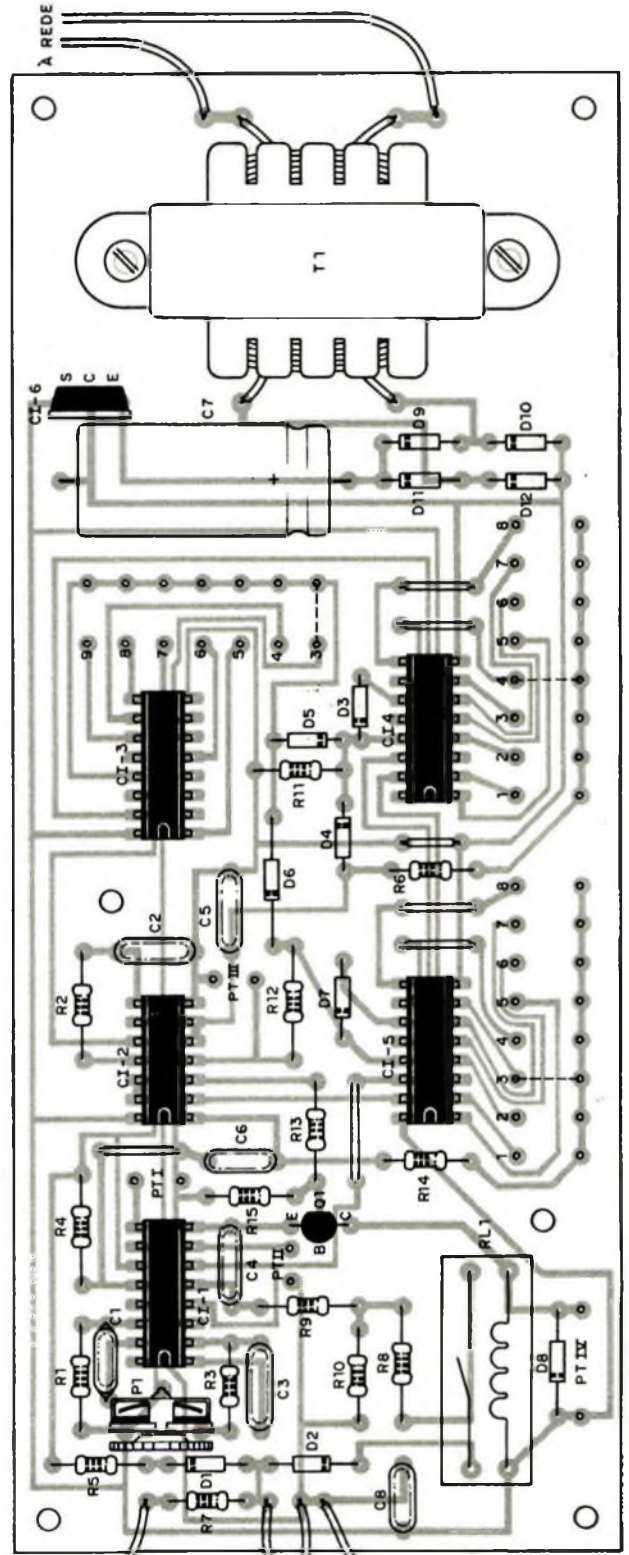
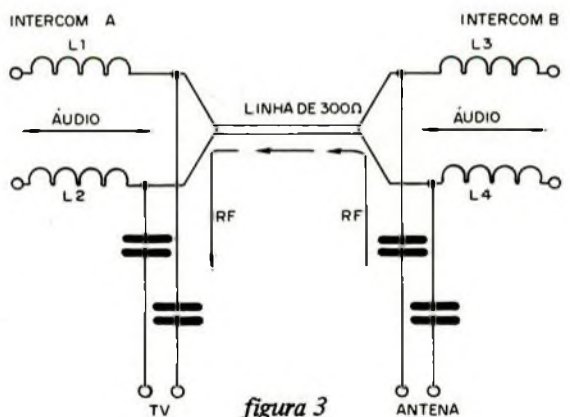

figura 6
figura 3
Uma vez preparada a plaqueta trabalhe na soldagem dos componentes na placa, orientando-se para tal pela figura 6 e observando o seguinte:
- a) Utilize soquetes para os integrados que devem ser dispostos com o seu chanfro ou marca voltada para a sua esquerda (figura 6). Cuidado ao fazer a soldagem de seus terminais para que espalhamentos de solda não os coloque em curto.
- os furos situados verticalmente, nas proximidades de CI-3, estabelecem a quantidade de dígitos de código que, no caso, é igual a 2, razão pela qual você terá de interligar o furo 3 com o comum (figura 6); se o código apresentar, digamos, 4 dígitos você terá de interligar o furo 5 com o comum;
— os furos situados na horizontal, figura 6, destinam-se à programação de cada dígito do segredo; inicialmente aconselhamos utilizar o código 43, com o que você deverá interligar o furo 4 com o comum nas cercanias do CI-4 e o furo 3 com o respectivo comum das proximidades do outro contador, CI-5 (orientar-se pelo diagrama esquemático da figura 3).
Ligando o aparelho à rede elétrica e com o monofone no gancho, pressione o interruptor CH1 para verificar a polaridade adequada da linha telefônica (figura 3); nestas condições você deve ter:
LED I: permanece continuamente apagado enquanto o disco está retornando a seu repouso (se isto não ocorrer aumente para 3,3M o valor de R1 — figura 3);
Existindo necessidade de mais dígitos de código, até um máximo de 8, é necessário repetir o CI-4 e componentes associados, figura 3, tantas vezes quantas forem os dígitos acrescentados menos um. Se, por exemplo, o segredo passar a ser constituído por 4 dígitos teremos de repetir esse circuito básico exatamente 3 vezes e, é claro, utilizar a saída Q5 de CI-3 em vez de Q3.
Os componentes que devem ser repetidos são os seguintes: integrado CI-2 que pode ser substituído pelo C.I.4049 (6 inversores), diodos D3 a D6, resistências R6, R11 e R12 e capacitor C5, conforme é mostrado em destaque na figura 3.
Isso é conseguido com a ajuda de filtros, conforme mostra a figura 3.